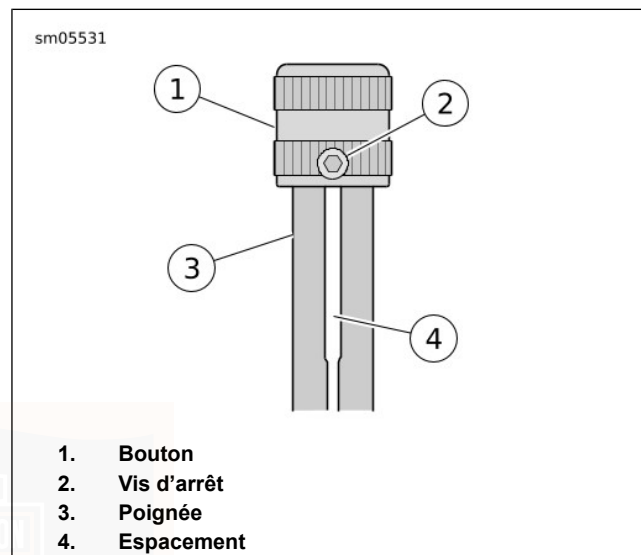

Figure 52. Frein de stationnement
2. Voir Figure 52. Desserrer la vis d'arrêt avec la clé hexagonale (fournie dans le kit d'outils) et tourner le bouton de plusieurs tours dans le sens correct.